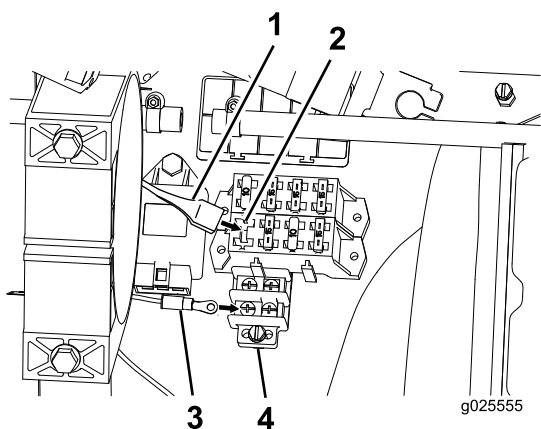

Figure 20
1. Branchez le faisceau au porte-fusibles et le fil de masse au bornier de masse (Figure 20).